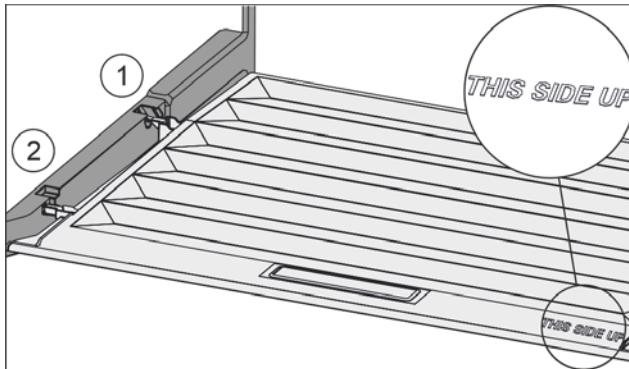

Fig. 97
- Вставить поперечные ребра крышки через отверстие заднего держателя Fig. 97 (1) и защелкнуть спереди в держателе Fig. 97 (2).